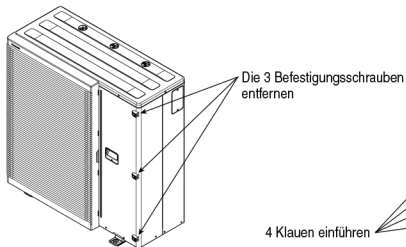

Abb. 6-1
1. Entfernen Sie die 3 Schrauben, die an der vorderen Geräteverkleidung befestigt sind. (Abb. 6-1)